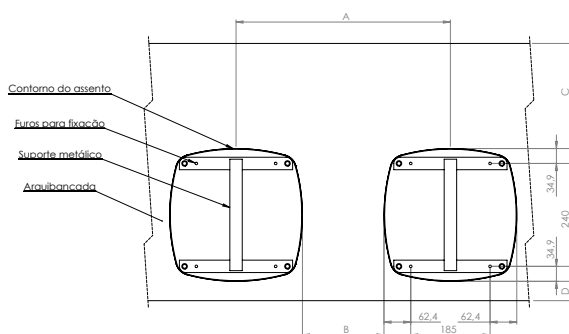

Figura 1 – Posição e espaçamento das peças
1. Defina a posição e o espaçamento das peças conforme Figura 1